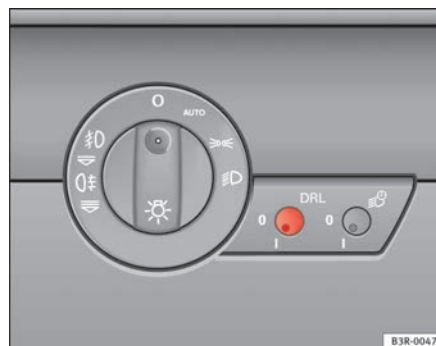

Fig. 88 Interruttore delle luci diurne
- Premere l'interruttore ⇒ pag. 122, fig. 88 per sbloccarlo.